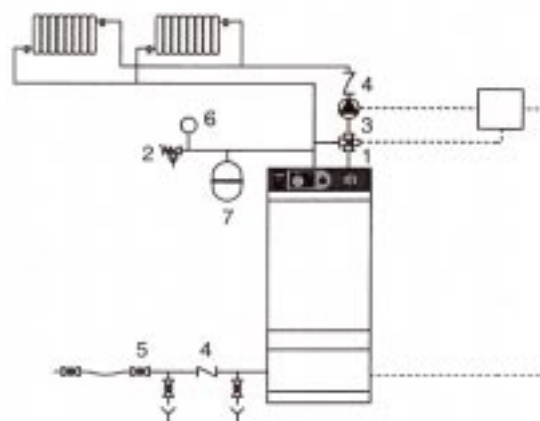

Fig. 9. Schemat podłączeń do c.o. z trójdrogowym zaworem mieszającym
- z wykorzystaniem trójdrogowego zaworu mieszającego (zalecany) - Fig. 9